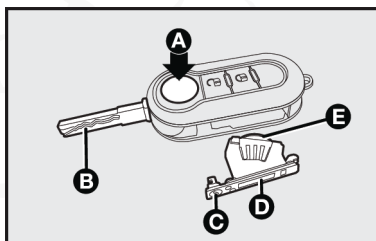

fig. 4
- Presione el botón A-fig. 4 y ponga la pieza metálica B en posición de apertura;